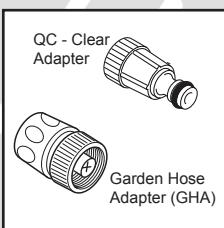

Fig. 10
- Instale el adaptador de manguera (GHA) y rápido conecta filtro. Es hecho de dos pedazos separados. (1) UN adaptador plástico claro con un filtro de pantalla (acerca de 3 pulgadas de largo) y (2) una fijación azul/negro de cuello (Fig. 10).